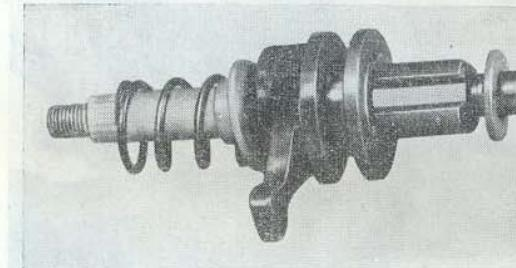

Рис. 103. Сборка вала переключения передач
3. Установить на вал переключения муфту, упорную шайбу, упорную чашку пружины и пружину (рис. 103). Вставить вал